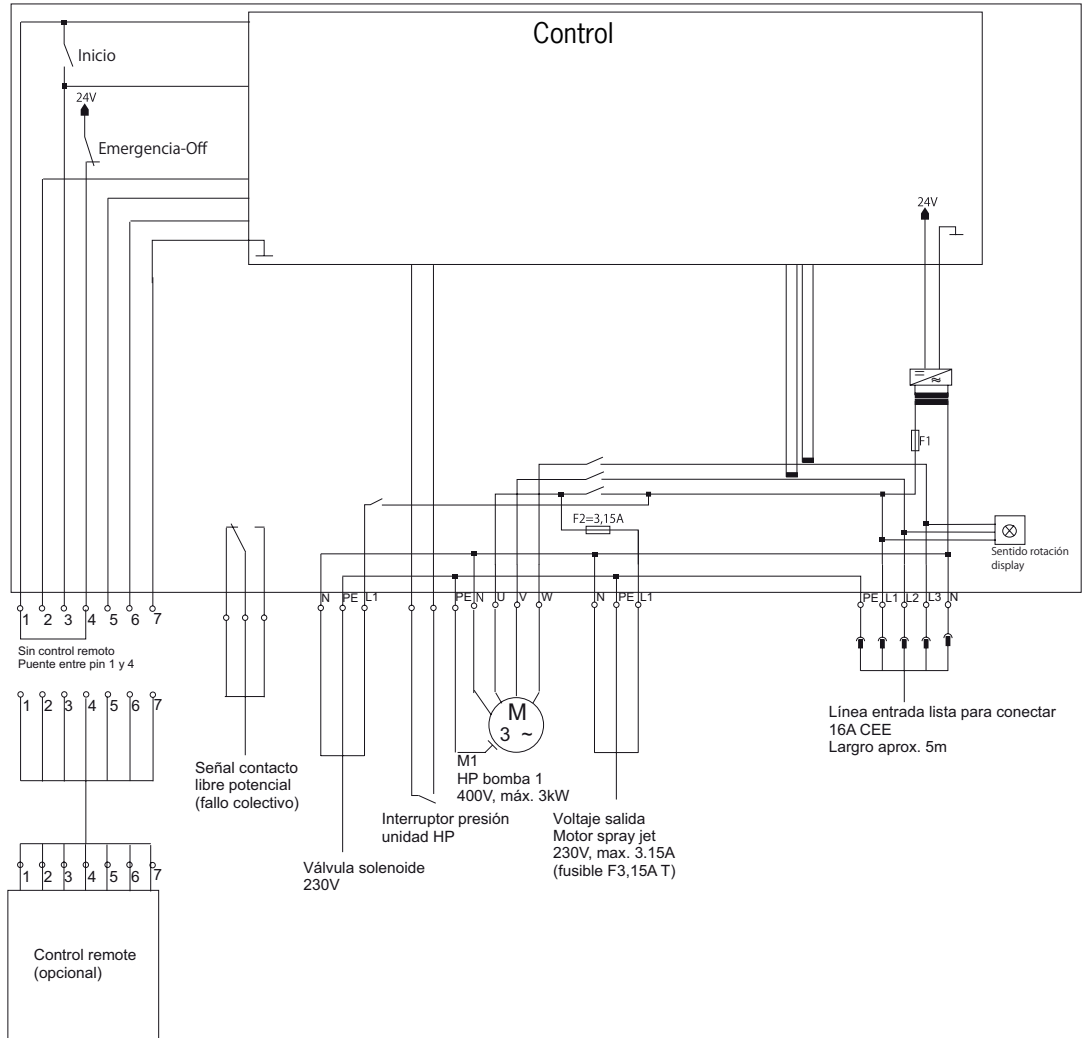

Fig. 9: Diagrama cableado
Para la conexión de la línea de llenado (tubería DN 100 in situ con llave de paso Ø110 mm), se proporcionan 3 tomas cerradas (2), posición (6,  fig. 9), por contenedor (cada uno por debajo de 20° respecto al eje de entrada y de salida). De acuerdo con las condiciones locales, se debe seleccionar y preparar una toma (2) para la conexión.